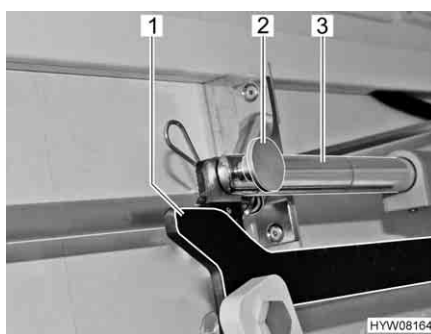

Fig. 85 Azionamento
- Rimuovere il collegamento (p. es. copiglia e bullone) (Fig. 85,2) tra la biella (Fig. 85,3) e la leva (Fig. 85,1).